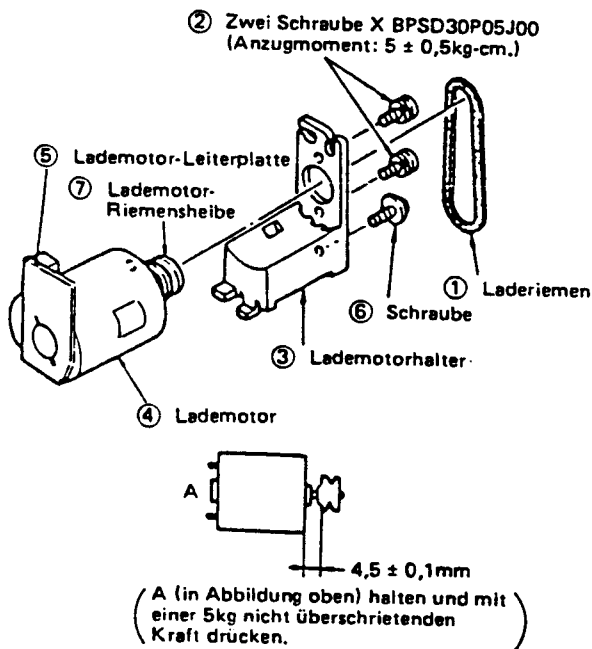

Abbildung 1-30.
- **Auswechseln (Abb. 1-30)**
3. Den Laderiemen ① entfernen.
4. Die Spannschraube ⑥ (XHPSD-30P08WS0) entfernen. Das Laufwerkchassis zum leichten Entfernen neigen.
5. Die beiden Schrauben ② (XBPSD30P05J00) abschrauben, und den Lademotor ④ vom Lademotorhalter ③ entfernen.
6. Die Lademotor-Leiterplatte ⑤ entfernen.
7. Den Lademotor zusammen mit der Riemenscheibe ⑦ auswechseln.